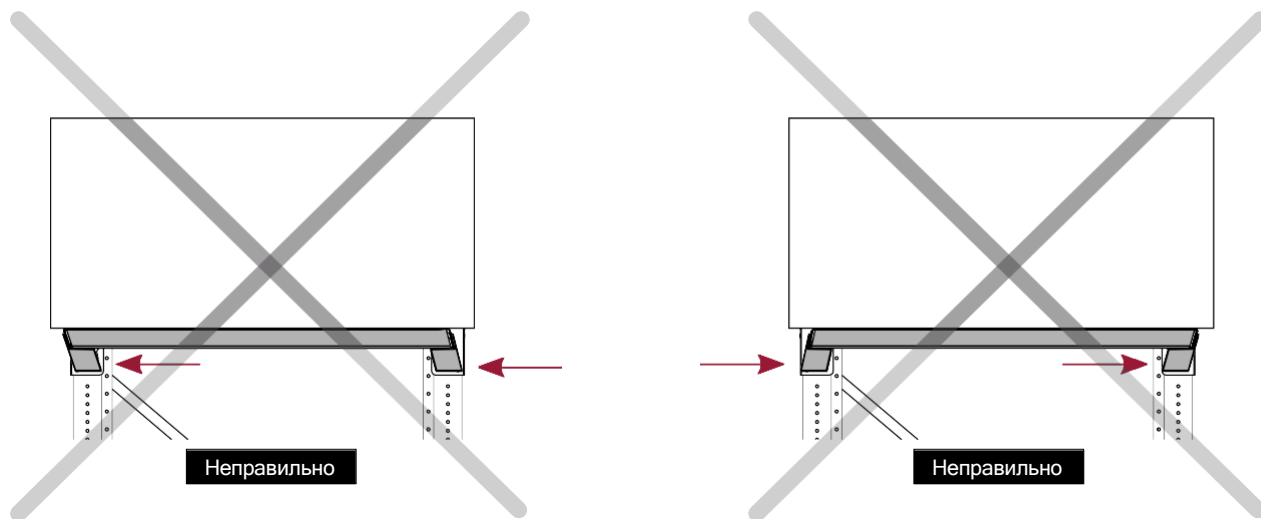

Рисунок 21 — Искривление балки в результате волочения или толкания грузовой единицы
- Захват поддона вилами и его снятие не должны приводить к повреждениям грузовой единицы и стеллажа. Запрещено толкать грузовую единицу, установленную на ярусе стеллажа, снимать поддон с вил путем волочения (трения) (рис. 21).